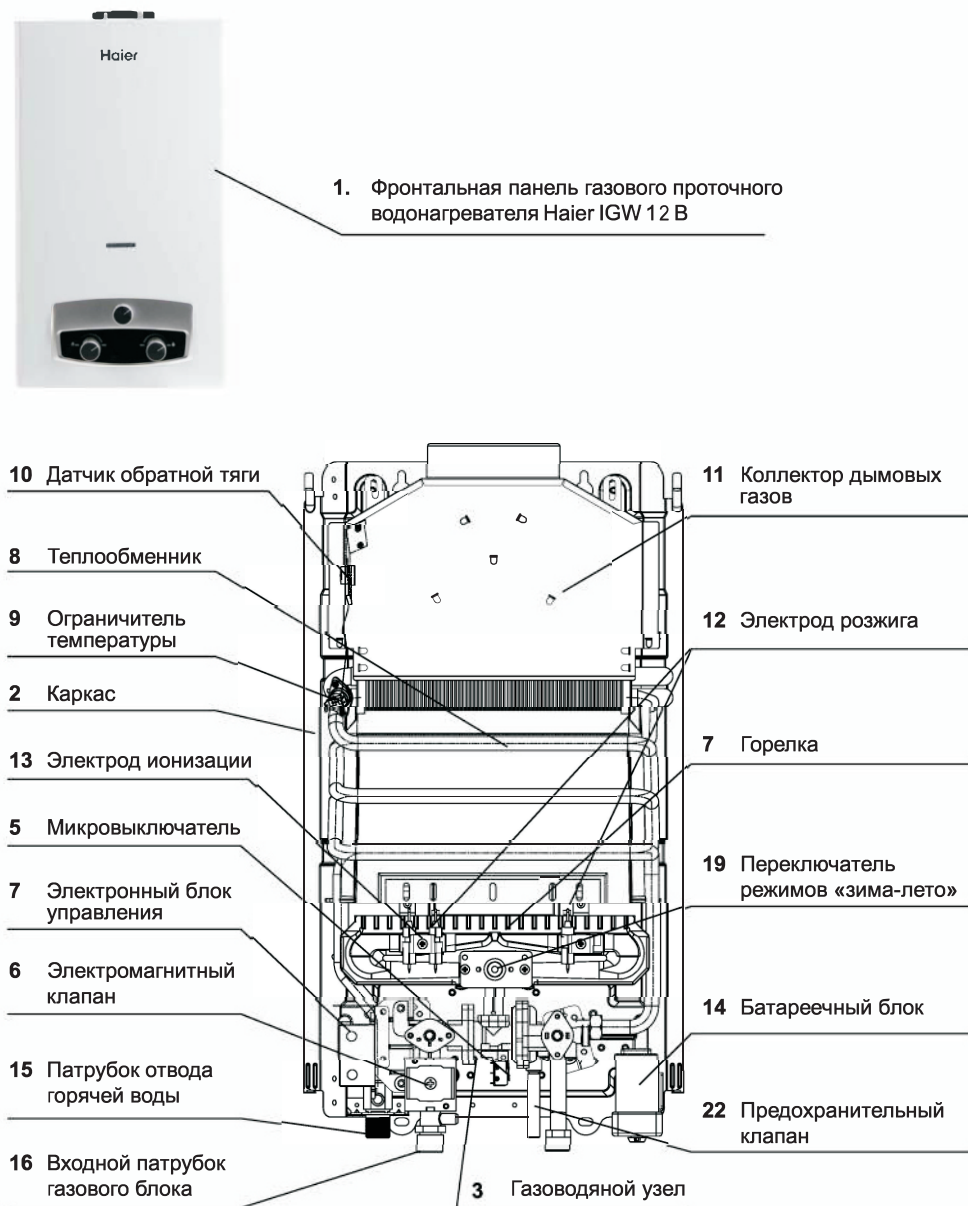

Рис. 1
Составные части изделия, поясняющие принцип устройства аппарата и требующие технического обслуживания во время эксплуатации, показаны на рис. 1.
2.6.1 Газовый проточный водонагреватель настенного типа имеет прямоугольную форму, образуемую съемной облицовкой **1**, установленной на каркасе **2** (см. рис. 1).
Газоводяная арматура 3 (см. рис.1) предназначен для включения аппарата и обеспечения регулирования температуры воды и расхода газа. Узел состоит из двух регуляторов: водяного и газового.
Конструкция регулятора водяного обеспечивает доступ газа к основной горелке только при наличии протока воды, одновременно обеспечивая срабатывание электромагнитного клапана **6** (см. рис. 1).